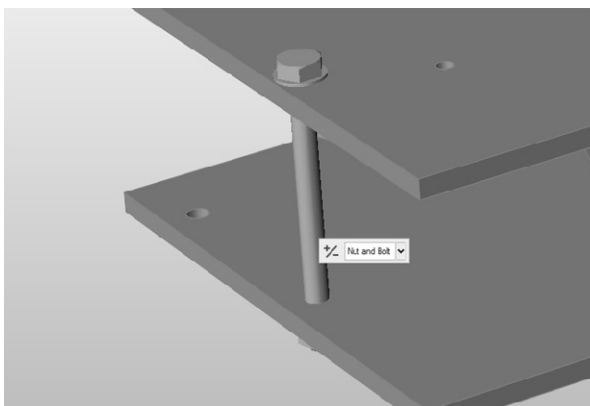

图 11-7
3) 单击一个孔创建螺栓连接，如图 11-7 所示。因为这是一个通孔，所以 Inspire 将自动创建螺母和螺栓。